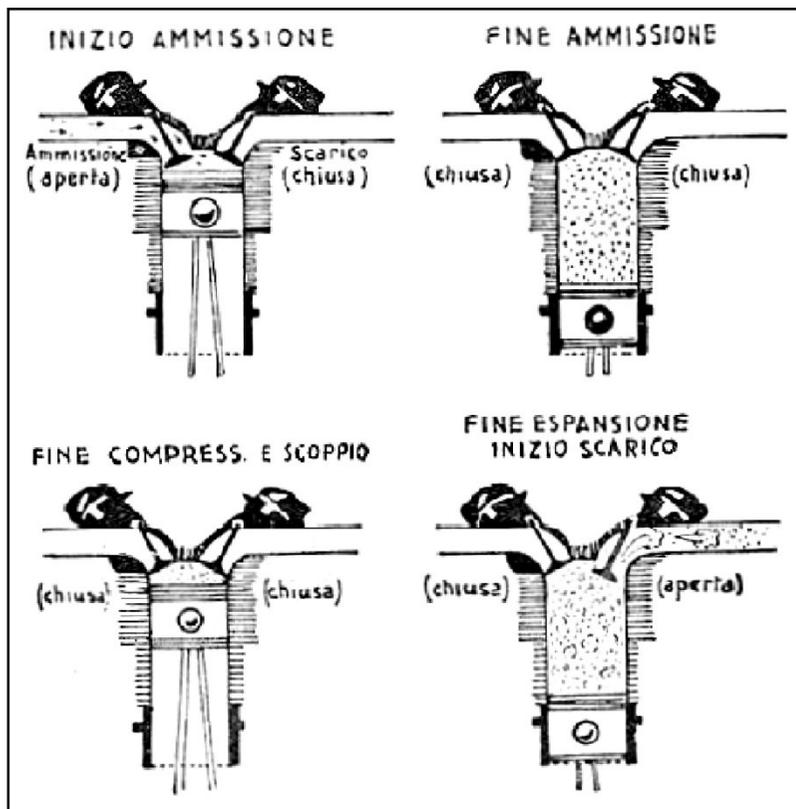

FIG. 7 – Le fasi di funzionamento di un motore a 4 tempi
4) Scarico dei gas combusti durante la risalita del pistone attraverso la valvola di scarico (aperta). **FIG. 7**